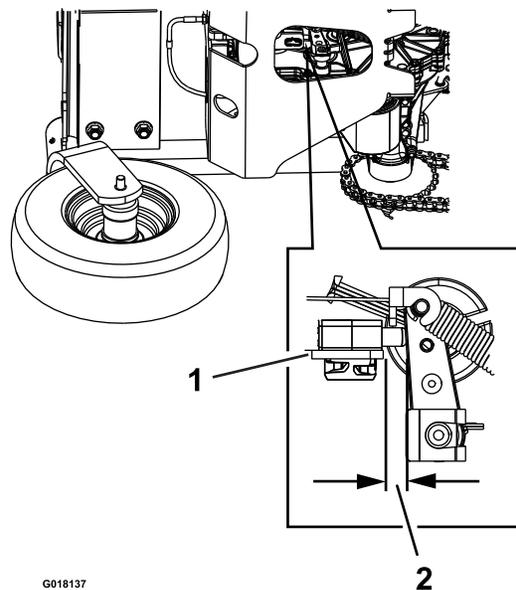

Bild 17
5. Prüfen Sie den Abstand zwischen der Halterung des Feststellbremsschalters und dem Hydrobremsarm. Der Abstand sollte circa 3,2 mm (1/8") betragen. Siehe Bild 17.